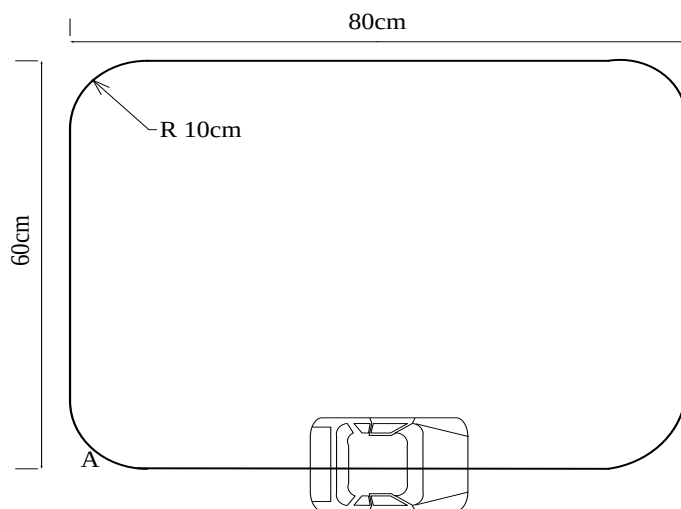

图 1. 电动小车行驶轨迹示意图
（3）小车起始位置为圆角中心 A 点。充电 1 分钟后，电动小车沿地面的黑色轨迹行驶，电动小车行驶的圈数越多越好。黑色轨迹为圆角矩形形状，采用 1.8cm 宽的黑色胶带贴制，如图 1 所示。（50 分）
(1) 电动小车控制平台必须采用 TI 的 MCU 平台。超级电容的容量可根据充电器充入的电荷量及小车行驶所需电流、时间和车重等因素综合考虑。无线充电电动小车是一个比较复杂的工程问题，通过提高充、放电效率，减轻车重，优化电机驱动，降低控制功耗及适当选取超级电容容量等，可以增加电动小车的行驶距离。
(2) 电动小车位置定位参考点为小车后沿。
(3) 确保发射器供电为 15V，电流不大于 0.5A。不符合要求不予测试。
(4) 测试时，要求小车先充电、放电运行数次。保证测试时小车无预先额外储能，以保证测试公平性。正式测试允许运行两次，取最好成绩记录。小车从充电开始起至小车停车期间为自动行驶状态，严禁人为触碰或遥控小车。违规不予测试。
(5) 要求 (2) 测试中，可以沿图 1 的长边轨迹行驶，也可以不循迹行驶。
(6) 要求 (3) 测试中，小车自动行驶后，允许及时移除充电发射器线圈。小车行驶圈数精确到 1/4 圈。电动小车自动行驶中，如果全车地面投影离开行车轨迹线，测试结束。轨迹仅采用黑色胶带标记，不得额外使用其他任何物品。地面材质不限、背景颜色自定。测试时必须自带符合题目要求的地面轨迹装置。